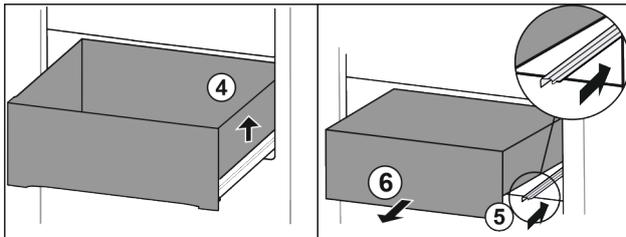

Fig. 89
- ▶ Sollevare il cassetto a destra. Fig. 89 (4)
- ▶ Inserire la guida destra. Fig. 89 (5)
- ▶ Rimuovere il cassetto tirandolo in avanti. Fig. 89 (6)